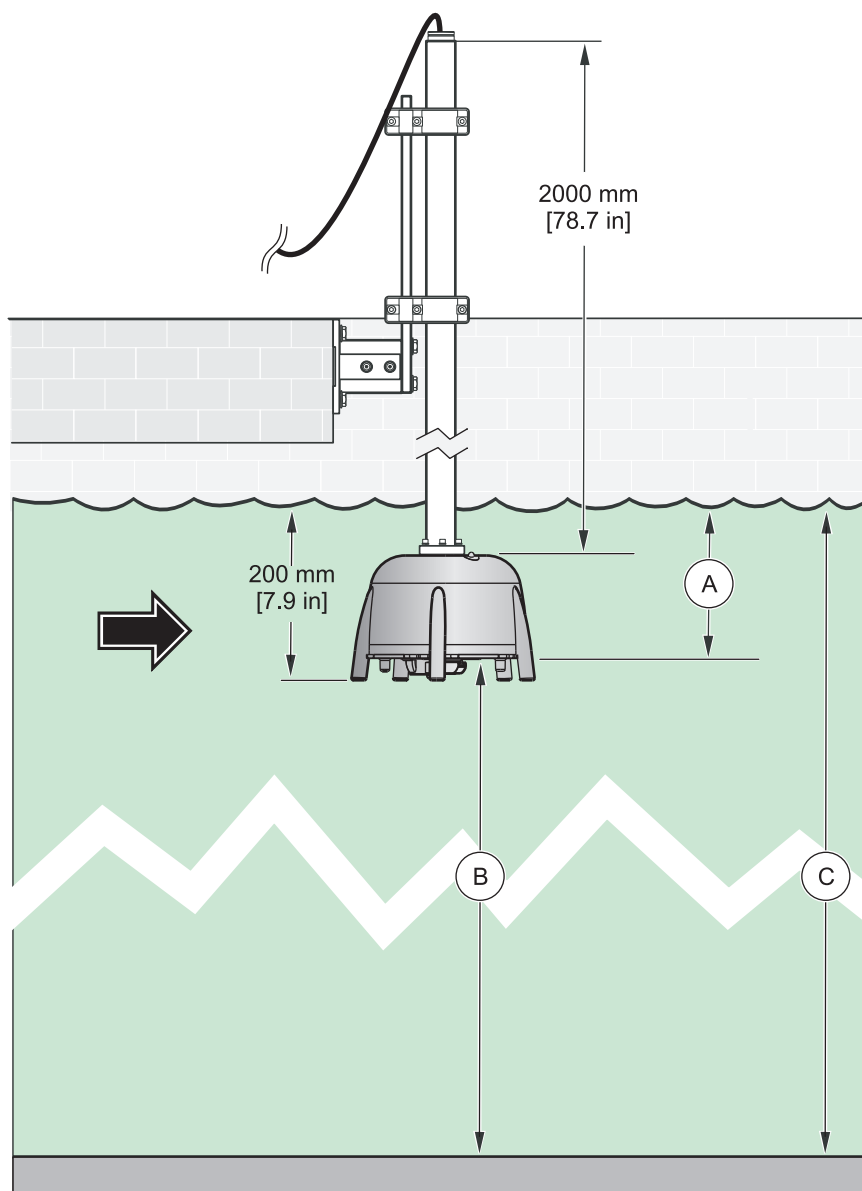

Figura 10 Profundidade do actuador – profundidade do tanque
4. No menu da sonda CALIBRATE (CALIBRAR), introduza a profundidade de imersão real (Item A, Figura 10) no item de menu PR. DO ATUADOR.
6. No menu da sonda CALIBRATE (CALIBRAR), introduza o valor medido da profundidade do reservatório (Item C, Figura 10) no item de menu FUNDO.